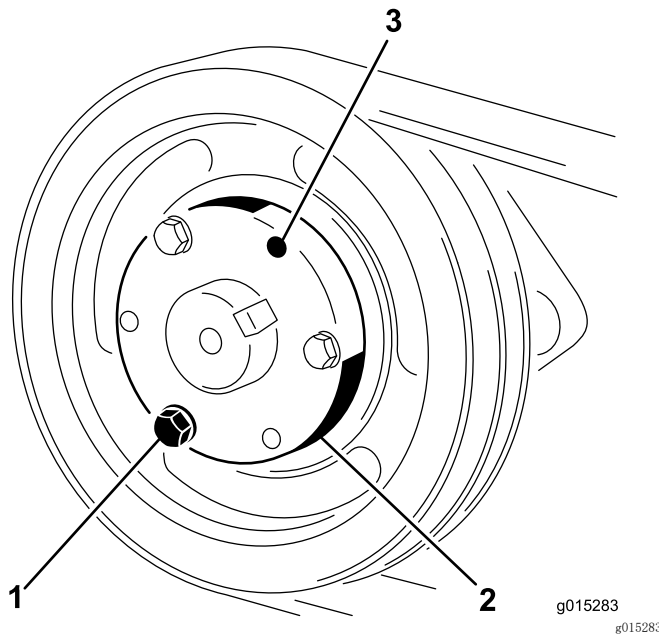

图26
1. 卸下螺栓和锁紧垫圈，一次卸掉 1 个，并将其拧入相邻的孔中 (图26)。